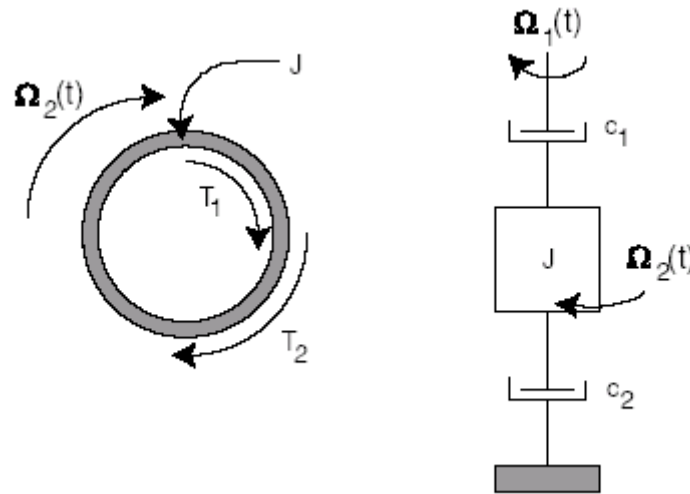

Figura 2. Diagrama de cuerpo libre de inercia y esquema de un sistema.
- En la figura 2 se muestra el diagrama de cuerpo libre para la inercia, así como un esquema de los elementos dinámicos en este problema. Como se puede observar, sobre la inercia actúan dos torsiones: T_1 , generada por el amortiguador c_1 entre la entrada y la inercia; y T_2 , generada por el amortiguador c_2 entre la inercia y el suelo. Aunque el esquema es útil, no es necesario en la solución.